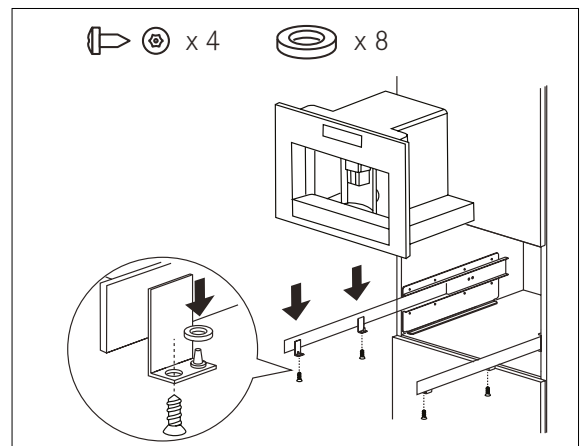

Fig. 5
- Coloque el aparato en el rail, asegurándose de que los pasadores estén introducidos correctamente en la carcasa y, después, fíjelo con los tornillos suministrados (Fig. 5). Si es necesario ajustar la altura del aparato, utilice las arandelas distanciadoras suministradas.